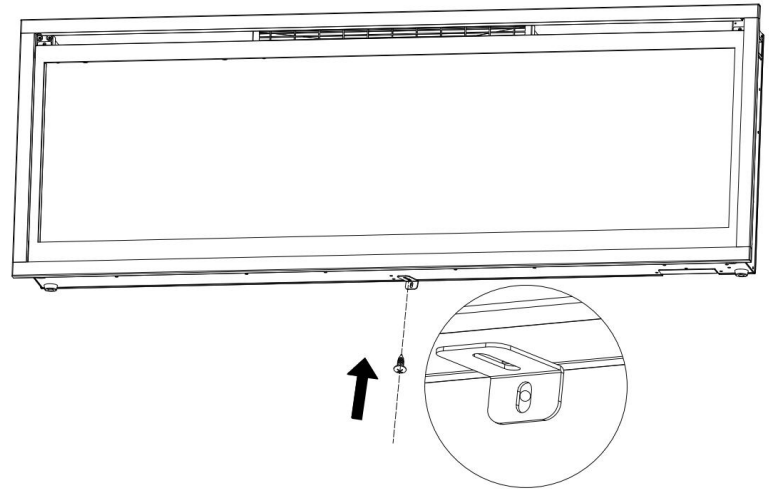

Fig 3-2
B.Utilizando el tornillo retirado anteriormente, fije el soporte en L (suministrado) a la parte inferior de la caja de la chimenea.(Fig 3-2)